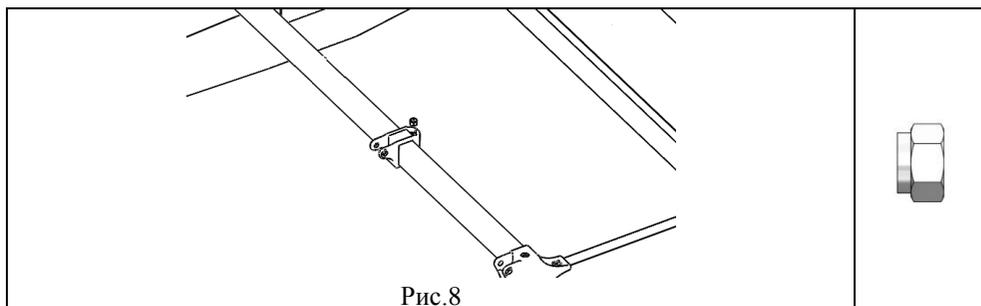

Рис.8
5.1.7. В основание шарнира в сборке по п.5.1.6. установить в технологическое отверстие гайку самоконтр. М5 (поз.3, пакет № 149), см. рис. 8.